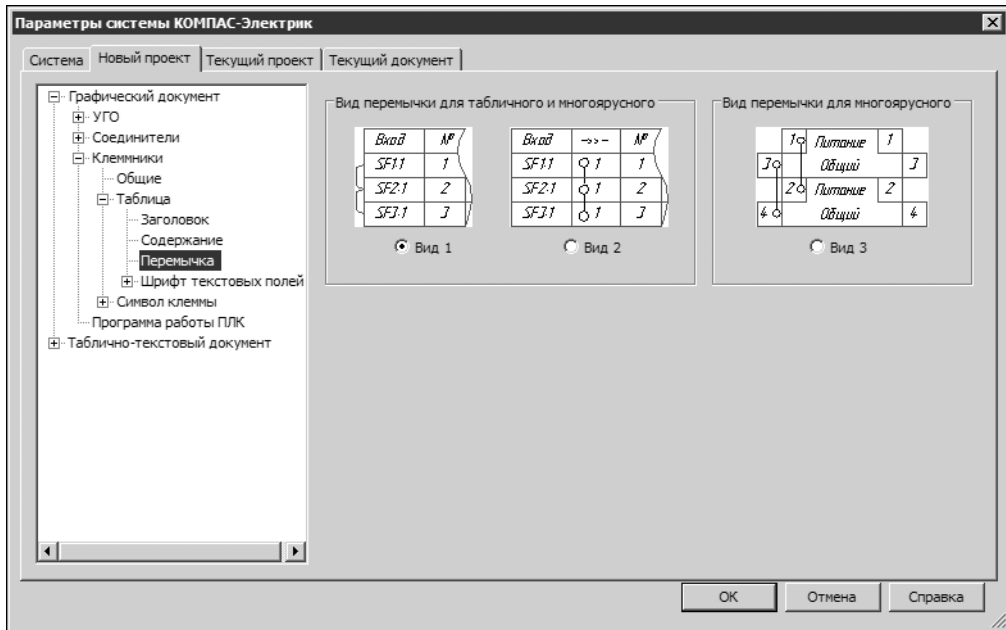

Рис. 19.6. Выбор отображения перемычки
4. В диалоге настройки **Графический документ — Клеммники — Таблица — Перемычка** (рис.19.6) можно выбрать один из видов отображения перемычки между зажимами клемм в таблице клеммника на схеме принципиальной или монтажных схемах.